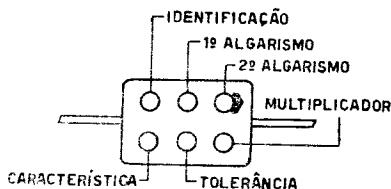
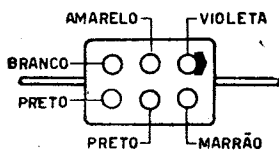

FIG. 10
FIG. 11
A Fig. 10 ilustra o código atualmente em uso, para capacitores de mica e de papel moldados. A primeira pinta indica o material utilizado. Se for preta indica um capacitor de mica para uso comercial e, se for prateada, trata-se de um **capacitor de papel moldado**. A capacitância dos capacitores de mica que utilizam indicação por código de cores sempre é dada em **picofarads** (o mesmo que $\mu\mu\text{F}$), e é indicada pela cor das três últimas pintas, **A, B e C**, lidas nessa ordem. Para os dois pontos restantes, que correspondem à **TOLERÂNCIA E CARACTERÍSTICA** (na Fig. 10), o significado das cores é o indicado na Tabela I. A título de exemplo, vejamos como seria feita a determinação das características do capacitor ilustrado na Fig. 11. As cores que dão o valor em pF, lidas na ordem **A, B e C**, são: amarelo (4), violeta (7) e marrom ($\times 10$), donde se deduz que o capacitor tem uma capacitância de $47 \times 10 = 470$ pF.